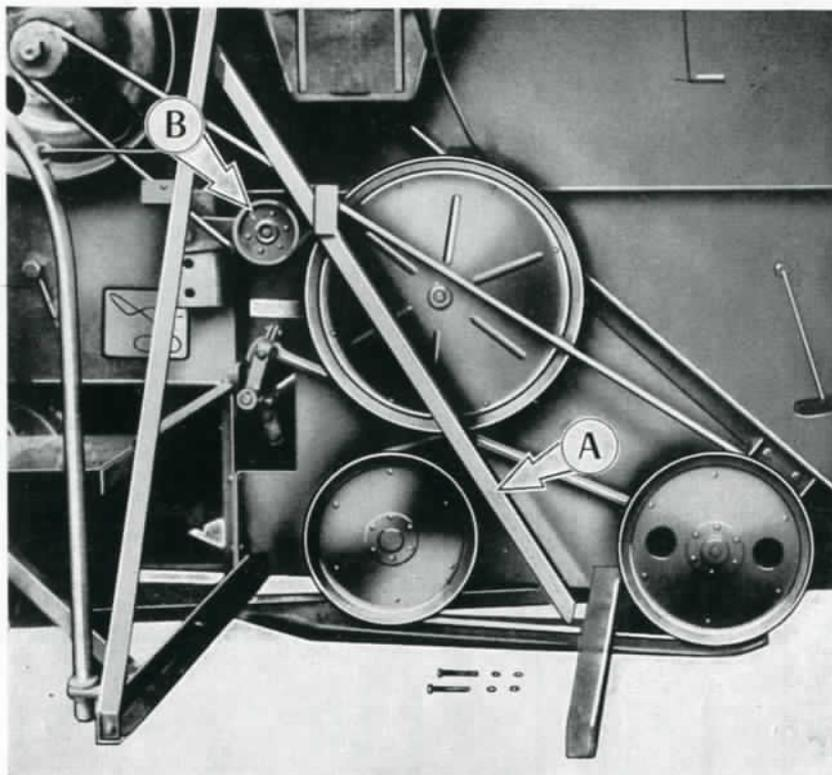

FIG. 19
Pour remplacer cette courroie, opérer comme indiqué (fig. 19) :
4. Desserrer le tendeur de la courroie (B).
6. Remonter la nouvelle courroie en suivant le schéma de la figure 19.